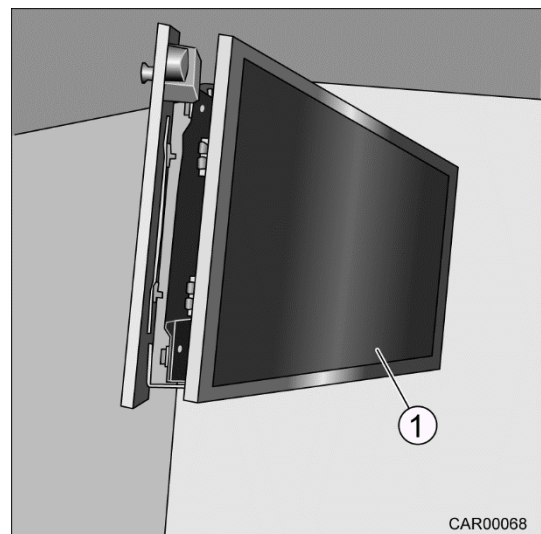

Fig. 134 Système coulissant de l'écran TV dans la chambre
3. Tirer le système coulissant de l'écran TV (Fig. 134/1) en dehors.